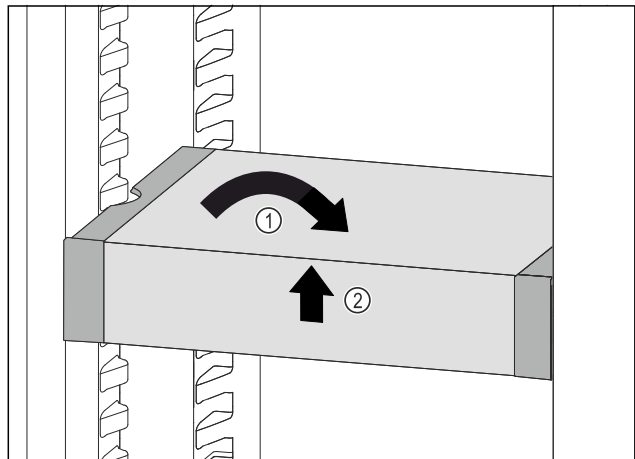

Fig. 83
- ▶ Установите VarioSafe прямо. Fig. 83 (1)
- ▶ Приподнимите VarioSafe спереди. Fig. 83 (2)